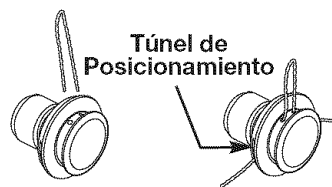

Fig. 12
4. Inserte ambos extremos de su línea a través de los agujeros adecuados en el lado de la cabeza de corte (Fig. 12).